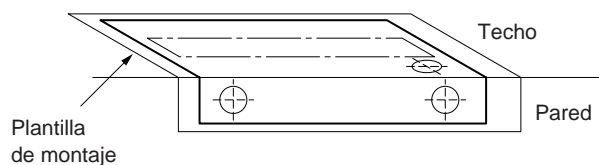

Fig. 3-68
1. Coloque la plantilla de montaje (suministrada) en el techo en el lugar donde quiera instalar la unidad interior. Con un lápiz, marque los puntos donde debe realizar los agujeros. (Fig. 3-68).